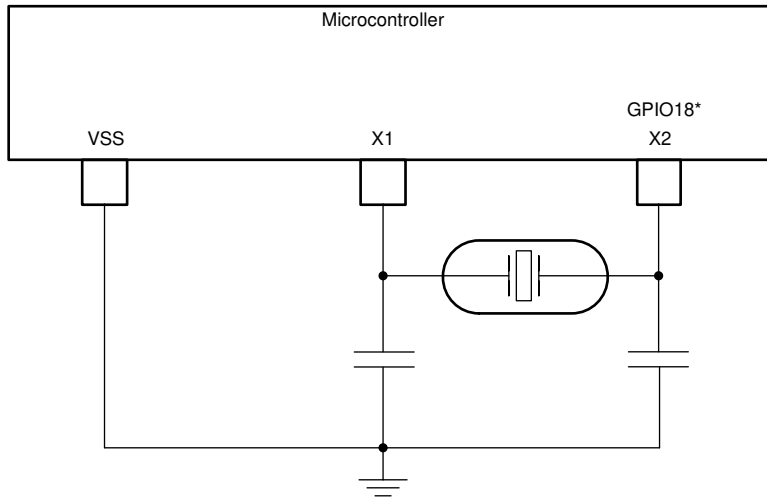

图 7-18. 外部晶体
- 外部晶体。如图 7-18 所示，晶体应连接在 X1 和 X2 之间，其负载电容器连接至 VSS。